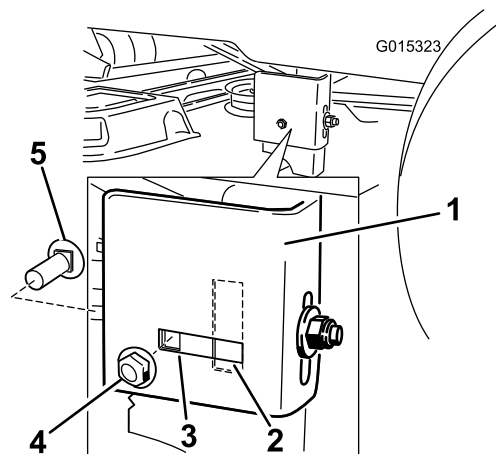

Figura 59
8. Compruebe si el perno de cuello cuadrado lateral está en la posición fija o ranurada (Figura 59).
Nota: Si el perno de cuello cuadrado lateral está en la posición fija, retire el perno de cuello cuadrado lateral y la tuerca de bloqueo lateral de la posición fija, e instálelos en la posición de ajuste ranurada (Figura 59).